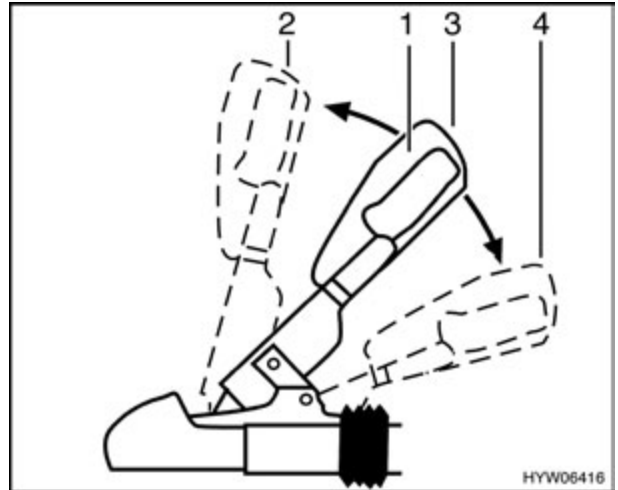

Fig. 5 Acoplamiento de seguridad WS 3000 D
- Desplazar la palanca de acoplamiento (Fig. 5,1) hacia arriba a la posición "abierto" (Fig. 5,2). El acoplamiento de remolque está abierto.
- Situar el acoplamiento de remolque abierto sobre la bola del remolque y soltar la palanca de acoplamiento. El tirador se vuelve a deslizar automáticamente hasta su posición inicial (Fig. 5,3).
- Activar el dispositivo de estabilización. Tirar de la palanca de acoplamiento hacia abajo desde la posición cerrado (Fig. 5,3) hasta el tope (Fig. 5,4).
Para desconectar la palanca de estabilización, p. ej. en trayectos con hielo o nieve, desplazar lentamente hacia arriba la palanca de acoplamiento (Fig. 5,1) hasta la posición cerrado (Fig. 5,3).